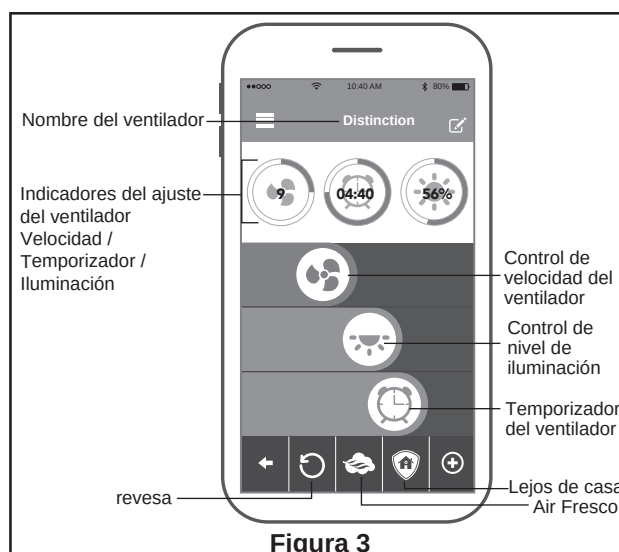

Figura 3
- ☐ 3. Las funciones del ventilador se muestran. (Figura 3)